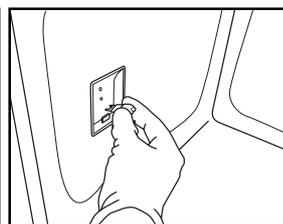

Fig.8
4. Cambiar la bombilla (ver la nota sobre el tipo de bombilla) (Fig. 8).